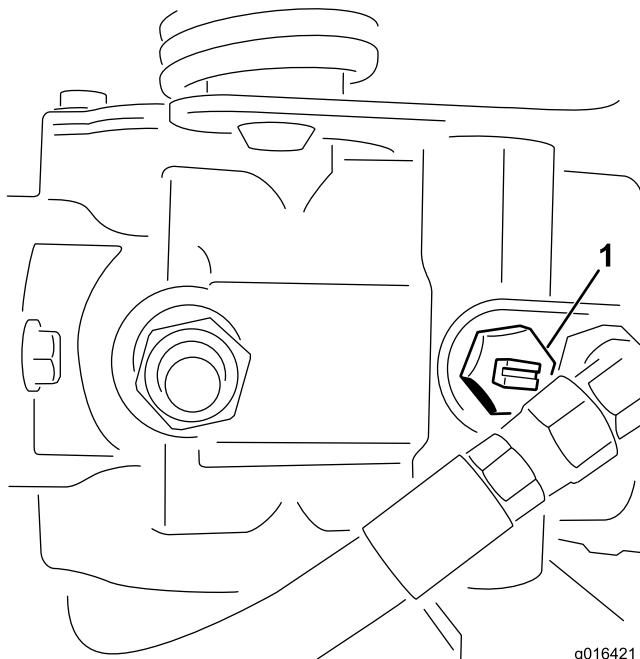

Рисунок 32
- Найдите на насосе перепускной клапан и поверните его так, чтобы паз был вертикален (Рисунок 32).
- Перед запуском двигателя закройте перепускной клапан, повернув его так, чтобы паз находился в горизонтальном положении (Рисунок 32).